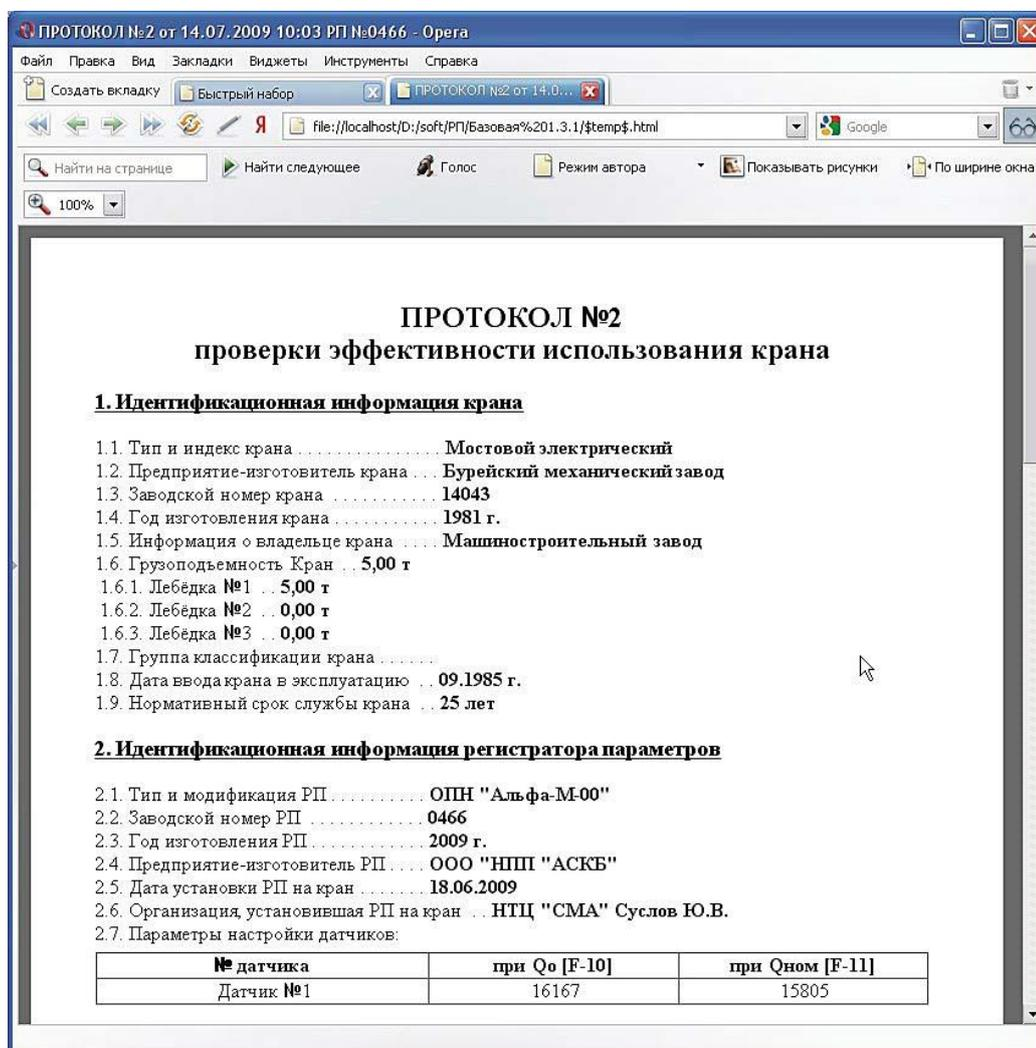

Рисунок 12
6.4 Укажите в поле ввода количество последних рабочих циклов крана, которые необходимо включить в протокол (максимальное количество = 1792) и нажмите кнопку «ОК». На экране появиться окно браузера Internet Explorer (см. рисунок 12) или другого браузера установленного на Вашем ПК, содержащее печатную форму документа.